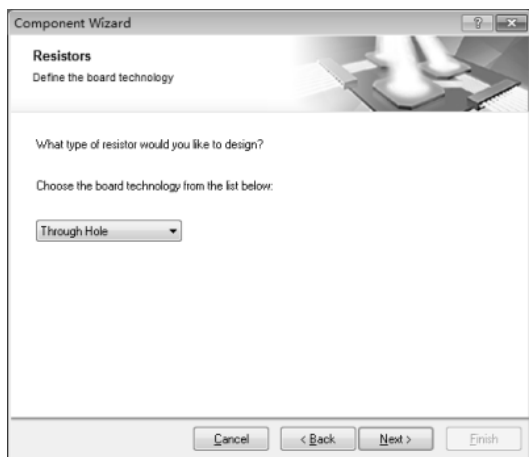

图 3.7.5 选择电阻器封装类型
(3) 选择电阻器的封装类型：如图 3.7.5 所示，在出现的“Component Wizard Resistors (元件封装向导-电阻)”对话框中选择电阻器封装类型，有“Through Hole”(插针式电阻)和“Surface mount”(表贴式电阻)两种类型可选择，本例中是“Through Hole”(插针式电阻)，单击“Next”按钮。